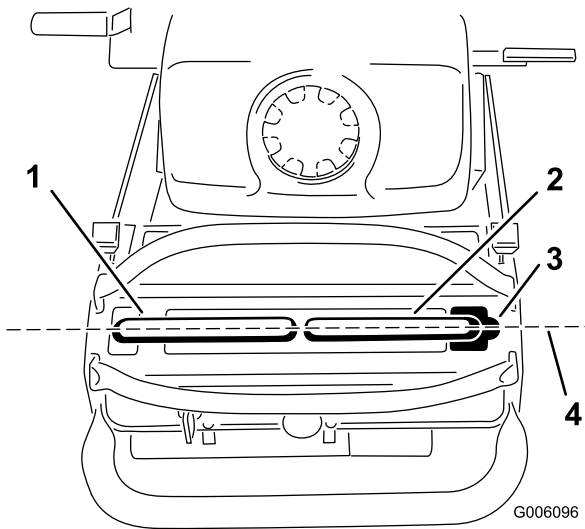

Figure 56
**Important:** Assurez-vous que l'alignement des roues de la machine est correct après avoir réglé les leviers de commande de déplacement. Une fois ce réglage effectué, il est possible que les leviers de commande de déplacement ne s'alignent pas exactement d'avant en arrière (Figure 56).
1. Une fois l'alignement horizontal effectué, vérifiez l'alignement avant/arrière (Figure 56).